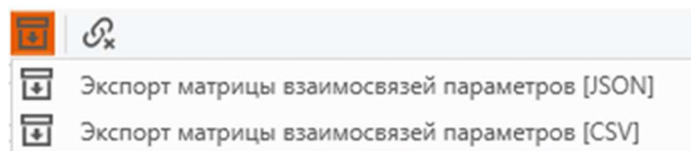

Рис. 10
-  Экспортировать (Рис. 10),
Для сохранения файла матрицы взаимосвязей параметров устройства предусмотрены соответствующие элементы интерфейса (Рис. 10).